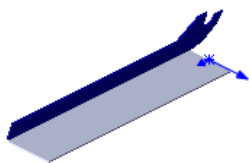

图 12.6.4 边线—法兰 1
(4) 单击  按钮，完成基体—法兰 1 的创建。
Step3. 创建图 12.6.4 所示的钣金特征——边线—法兰 1。
(1) 选择命令。选择下拉菜单 **插入(I)** → **钣金(B)** → **边线法兰(E)...** 命令 (或单击“钣金”工具栏中的  按钮)。